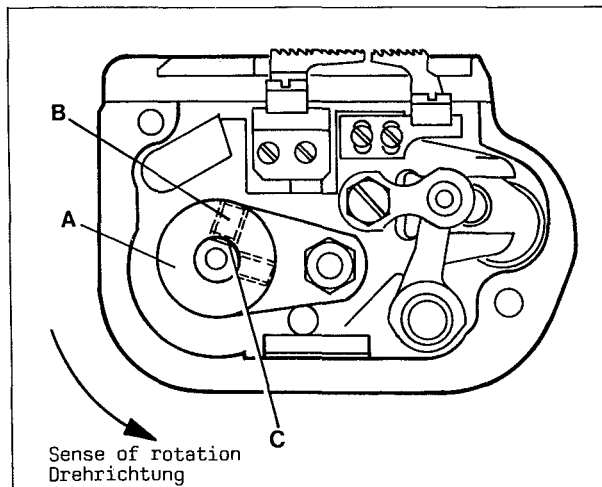

Fig.1
The stitch length of the machine can be varied by changing eccentric (A, Fig. 1). The following stitch length eccentrics are available:
For changing the stitch length eccentric (A, Fig. 1) remove the cylinder cover, loosen the two set screws (B) and pull out the eccentric. Insert the new eccentric. Make sure when tightening set screws (B), that the first set screw in sense of rotation will be fastened on flat (C) of the shaft. Remount cylinder cover.
Die Stichtlänge der Maschine kann durch Wechseln des Exzenters (A, Fig. 1) geändert werden. Folgende Stichtlängenexzenter sind lieferbar:
Zum Wechseln des Stichtlängenexzenters (A, Fig. 1) entfernen Sie den Zylinderdeckel, lösen die beiden Gewindestifte (B) und ziehen den Exzenter ab. Stecken Sie den neuen Exzenter auf. Beachten Sie beim Anziehen der Gewindestifte (B), daß der erste Gewindestift in Drehrichtung auf der Fläche (C) der Welle festgezogen werden muß. Montieren Sie den Zylinderdeckel wieder.